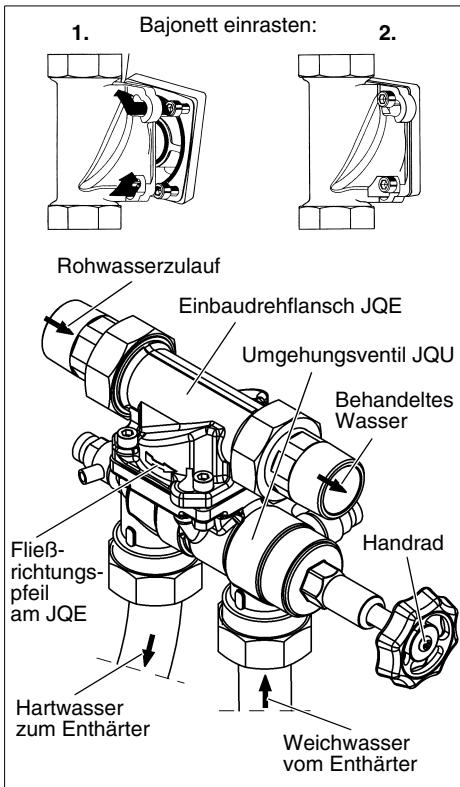

Abb. 5: Einbaudrehflansch und Umgehungsventil
- Das Umgehungsventil mit dem Einbaudrehflansch durch Einrasten des Bajonetts verbinden (siehe Abb. 5). Dabei den Fließrichtungspfeil am Einbaudrehflansch beachten! Das Handrad des Umgehungsventils muss waagrecht und auf der dem Wasserzulauf abgewandten Seite stehen.